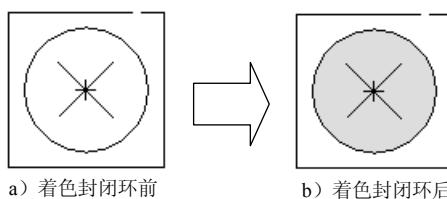

图 4.8.1 着色的封闭环
- Step2. 选择命令。选择下拉菜单 草绘(S) → 诊断 → 着色封闭环 命令（或在工具栏中单击“着色封闭环” 按钮），系统自动在图 4.8.1 所示的圆内侧填充颜色。